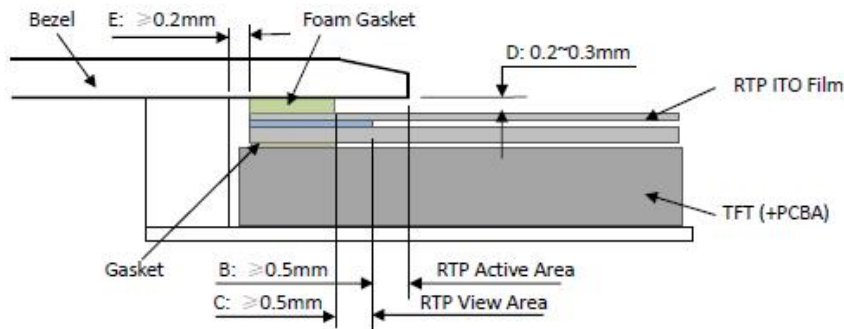

Figure 4
- It should bezel touching the RTP Active Area (A.A.) to prevent abnormal touch.It should left gab $D=0.2\sim 0.3\text{mm}$ in between. (Figure 4)
- It is suggested to protect those areas with gasket (between the bezel and RTP).The suggested figures are $B\geq 0.50\text{mm}$; $C\geq 0.50\text{mm}$. (Figure 4)
- 为避免面框直接压在动作区(A. A.)上造成误动作, 面框与电阻触摸屏(RTP)之间应留有一定的空隙 $D=0.2\sim 0.3\text{mm}$ 之间. (附图 4)
- 设计面框时, 要注意用面框保护触摸屏四周的非保证操作区域, 因为布线区域在此处形成一台阶, 在此区域附近操作时 ITO Film 变形较大, 容易导致 ITO 损坏而降低寿命。为保护 RTP 和避免误操作, 在 RTP 与面框之间垫缓冲物(Gasket), 我们建议设计面框应覆盖动作区的边缘, 面框边缘到 V. A. 区的距离 $B\geq 0.50\text{mm}$; 垫圈内边缘到 V. A. 区的距离 $C\geq 0.50\text{mm}$. (附图 4)
侧与 RTP 外侧的间距 $E \geq 0.2\text{mm}$. (附图 4)